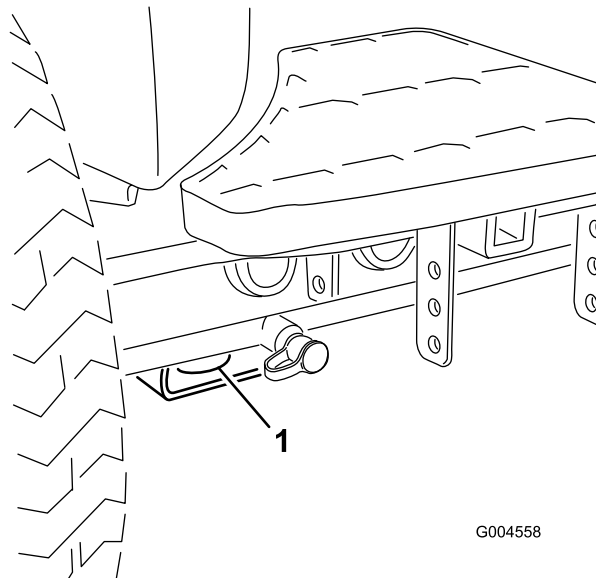

Figure 44
- Avant – trou du patin rectangulaire, sous le tube d'essieu, à l'intérieur de chaque roue avant (Figure 44).